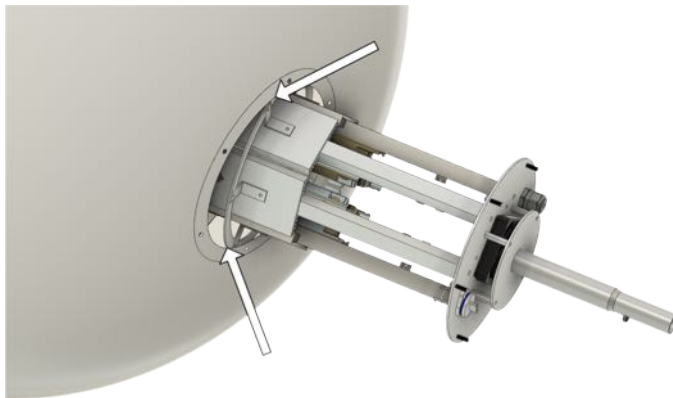

Abb. 8
5. Utilice el mismo procedimiento para despegar la cubierta sobre los anillos de protección de los LED y la placa de cubierta (Fig. 8).